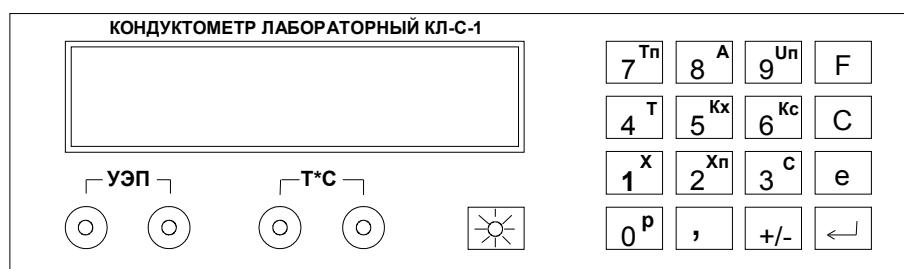

Рис.1
- 5.3. Управление режимами работы прибора осуществляется с клавиатурой в диалоговом режиме. Общий вид передней панели показан на рис.1